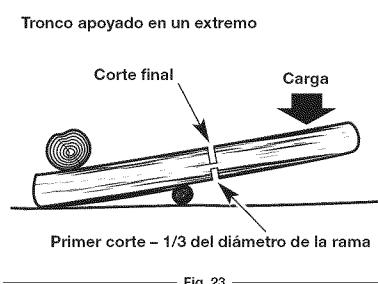

Fig. 23
- Cuando el tronco está apoyado en un extremo (Fig. 23): corte primero desde abajo (trozar abajo) hasta 1/3 del diámetro del tronco para evitar que se astille. Después, corte desde arriba (trozar arriba) para que los dos cortes se encuentren y evitar el pellizco.